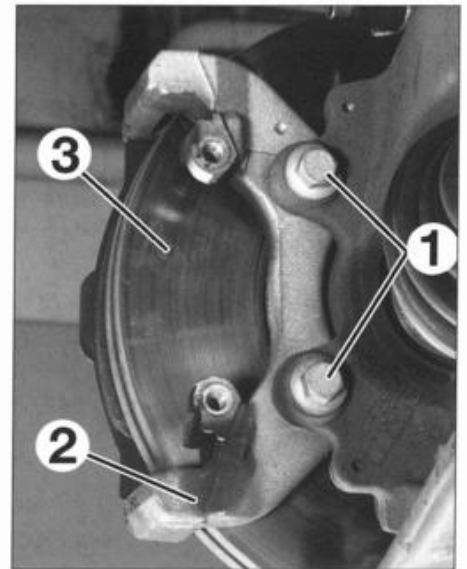

FIG. 12
- los tornillos del soporte de la pinza (1) (fig. 12).
- el soporte de pinza (2).
- . Separar el disco (3).